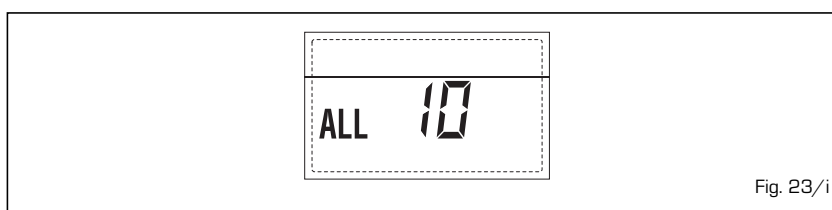

Fig. 23/i
– **INTERVENTO SONDA FUMI “ALL 13” (fig. 23/l)**